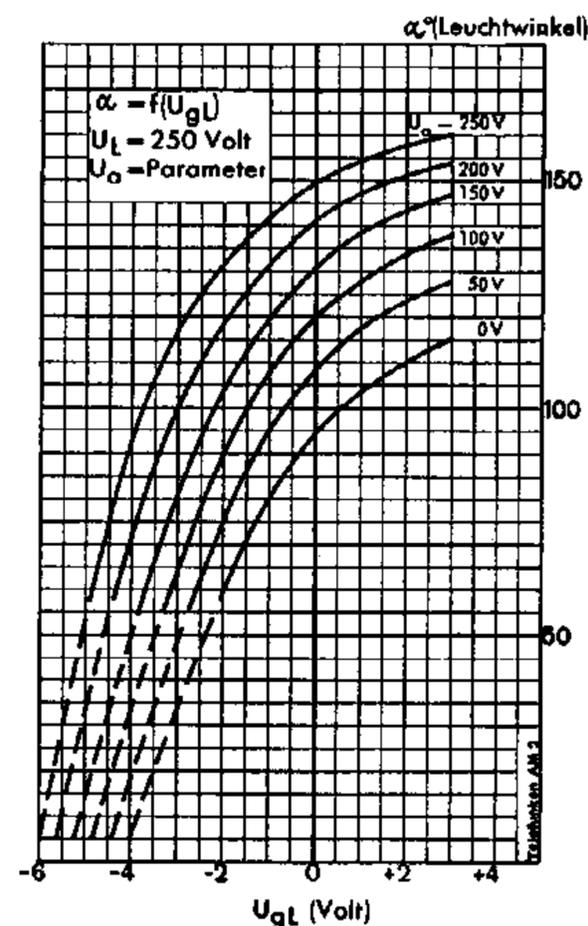

Bild 286. Zusammenhang zwischen Leuchtwinkel ( $\alpha$ ) und Spannung des Anzeigegitters ( $U_{gL}$ ) bei verschiedenen Anodenspannungen ( $U_a$ )
Über die Größe der notwendigen Steuerspannungen geben die Kennlinien (Bild 286) Aufschluß. Man ersieht daraus, daß das Anzeigegitter bei einer Leuchtschirmspannung von 250 Volt zur vollen Aussteuerung eine Spannungsänderung von  $-6$  auf  $+3$  Volt benötigt. Dabei ändern sich die Leuchtwinkel unter der Voraussetzung, daß die Anodenspannung mit 250 Volt unverändert bleibt, von 5 auf ca. 160 Grad. Wenn man die Steuerstege zur Regelung mit heranzieht, d. h. die Anodenspannung ebenfalls durch eine Steuerspannung am Triodengitter verändert, dann erreicht man die gleiche Winkeländerung mit einer wesentlich kleineren Steuerspannung. Um die Änderung der Anodenspannung in Abhängigkeit von der für das Steuergitter des Triodenteils zur Verfügung stehenden Regelspannung zu ermitteln, zeichnet man sich in das  $I_a-U_a$ -Kennlinienfeld des Triodenteils (s. Abschnitt XII) die Widerstandsgerade des wirksamen Außenwiderstandes  $R_a$  ein und kann aus den Schnittpunkten mit den Gitterspannungslinien die entsprechenden Anodenspannungsänderungen ermitteln (s. Seite 92). Mit Hilfe dieser beiden Spannungsänderungen kann man dann aus Bild 286 die erzielbare Winkeländerung feststellen.
2. Norm. Betriebswerte s. Kurven Bild 286